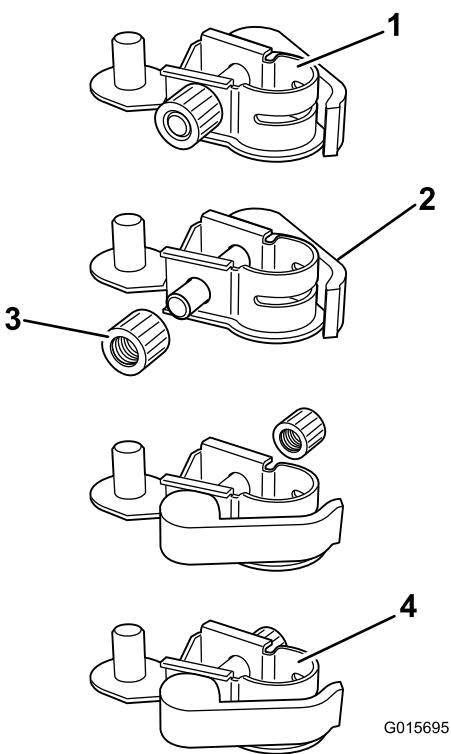

Figure 3
- Desserrez et retirez l'écrou de blocage sur l'un des connecteurs (Figure 3).
- Retirez le bras de fixation du connecteur et insérez-le de l'autre côté (Figure 3).
- Placez l'écrou de blocage retiré précédemment sur le bras de fixation et serrez-le un peu pour l'empêcher de tomber (Figure 3).